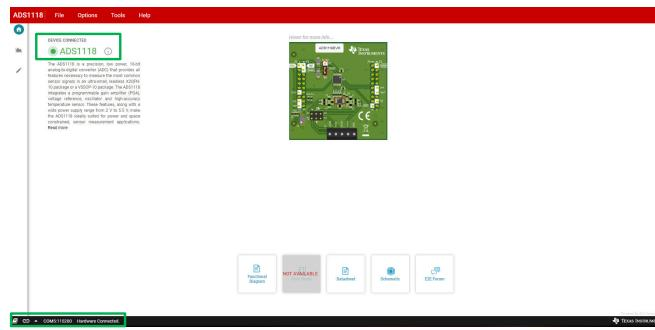

图 4-3. ADS1x18 EVM 连接后的 GUI (所示为 ADS1118)
4. 刷新 GUI。GUI 应该会连接到硬件。这时会显示一个绿色信号，同时底部会显示 *Hardware Connected*（硬件已连）的指示（请参见图 4-3）。